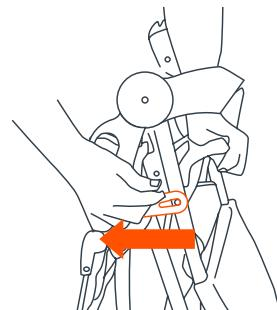

Fig. 19a
- 19)** • Placer la poussette sur le sol avec les trois roues touchant le sol. Relâchez le levier de verrouillage qui est situé sur le côté droit (Fig. 19a).